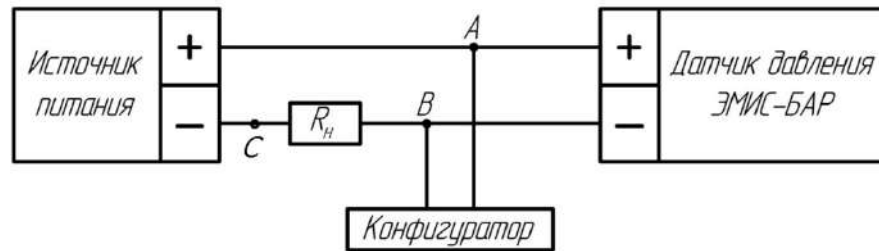

Рисунок 41 – Схема подключения датчика с устройством HART– коммуникации
3.7.4 Если система построена по схеме «точка – точка» (рисунок 41, 42), то основная переменная может быть считана как в аналоговом виде, так и в цифровом. В многоточечной же системе аналоговая информация недоступна и считывание величины давления происходит только в цифровом виде.